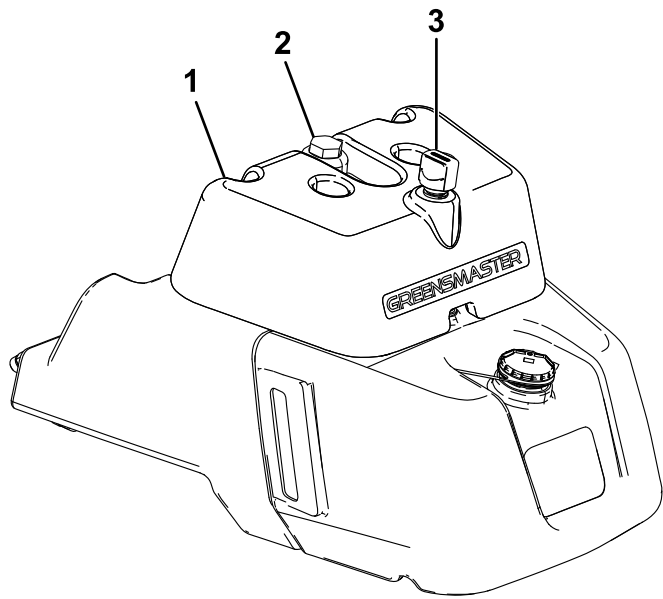

Figura 44
- Si el depósito tiene mirilla, compruebe el nivel de aceite en la mirilla (Figura 44) y vaya al paso 5.